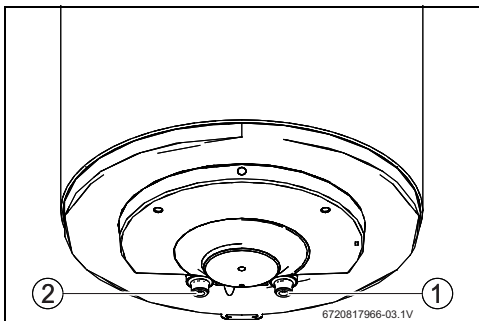

Fig. 8
- ▶ Para evitar confusiones, identifique convenientemente las conducciones de agua fría y de agua caliente (Fig. 8).